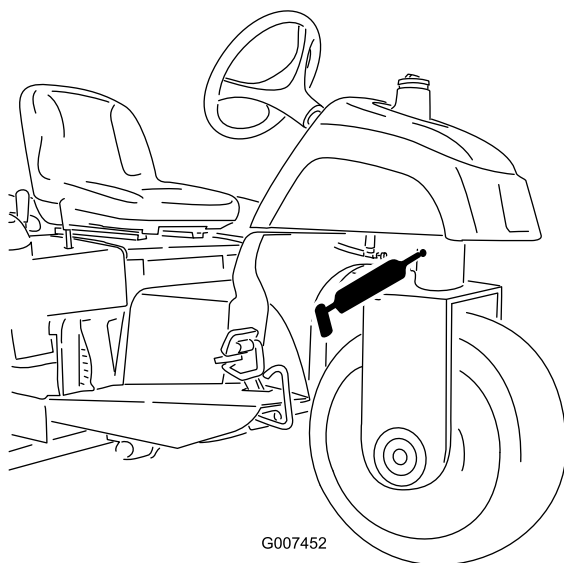

図 26
- ステアリングピボット (図 26)
注 ステアリングピボットの注入部 図 26 は面一フィッティングなので、グリスガン用ノズルアダプタが必要です。パーツ番号は P/N 107-1998 ご注文は Toro 代理店へ。